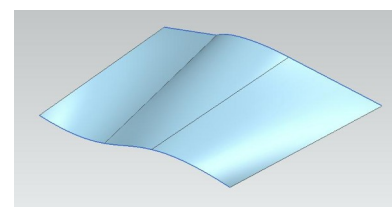

рис.124
- Представьте себе, что вы хотите быстро проверить поверхность, представленную на рис.124. Давайте предварительно сделаем в ней очень маленькое отверстие – прямоугольник размером **0.2 мм на 0.2 мм**. Поскольку размеры самой поверхности составляют 350 мм на 480 мм, это отверстие на рис.124 вы даже не заметите.